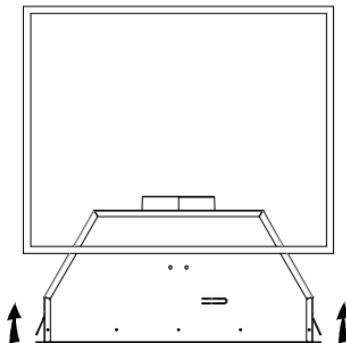

Рис. 3
4. Вставьте вытяжку в шкаф, а затем с помощью отвертки поверните винты прижимных пластин против часовой стрелки пока нижняя панель вытяжки не будет плотно прилегать к шкафу по всему периметру. Убедитесь, что вытяжка надежно закреплена. (См. Рис. 3 и 4)